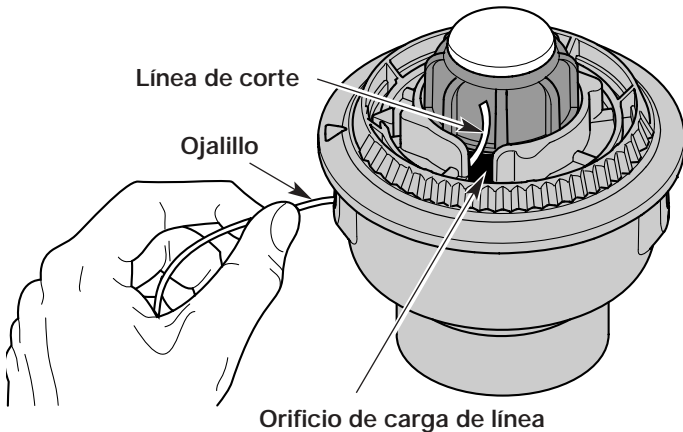

Fig. 16
3. Saque la línea vieja por los orificios de carga y de cierre de línea (Fig. 16 y 17).
4. Inserte una pieza de línea de corte dentro de uno de los ojajillos de la bobina exterior. Páselo hacia arriba a través del orificio de carga del carrete interior (Fig. 16). No doble la línea al insertarla en el ojajillo.